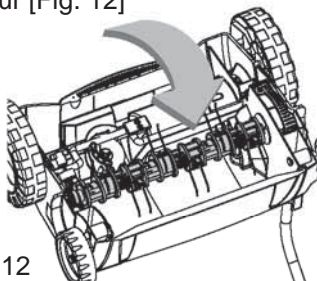

Fig.12
- > Enlevez le tambour du Scarificateur et remplacez-le par le tambour du démousseur [Fig. 12]